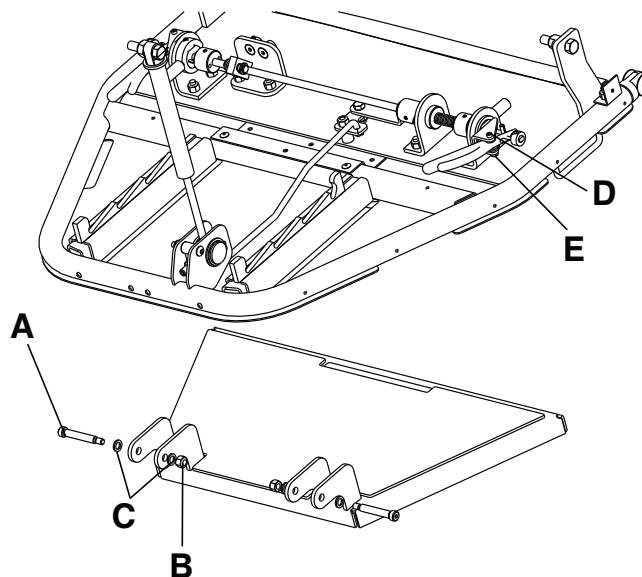

Figure 15 – Retrait du plateau du repose-pieds
5. À l'aide d'une clé à six pans de 5/32 po et d'une clé mixte de 7/16 po, retirer le contre-écrou nylon (B), le boulon (A) et les rondelles (C) des deux pivots du repose-pieds situés sous la section pieds (Figure 15). Conserver toutes les pièces.
8. Pour les repose-pieds stationnaires uniquement, aligner les trous des supports en L du plateau du repose-pieds avec les pivots ronds (D) du châssis de la section pieds.
9. Inverser les étapes pour réinstaller le contre-écrou nylon (B), le boulon (A) et les rondelles (C) (retirés à l'étape 5) sur les deux pivots du repose-pieds.